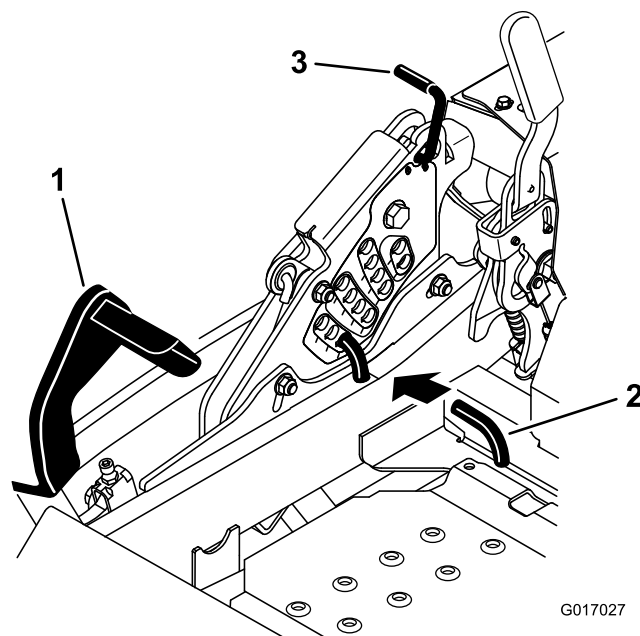

Figure 88
5. Enfoncez la pédale de relevage du tablier de coupe au maximum pour verrouiller le tablier à la position de transport de 14 cm (5.5 po) (Figure 88).